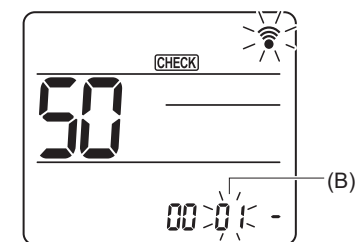

Fig. 6-21
Pulse el botón **↓** para seleccionar el número de modo (B). (Fig. 6-21)